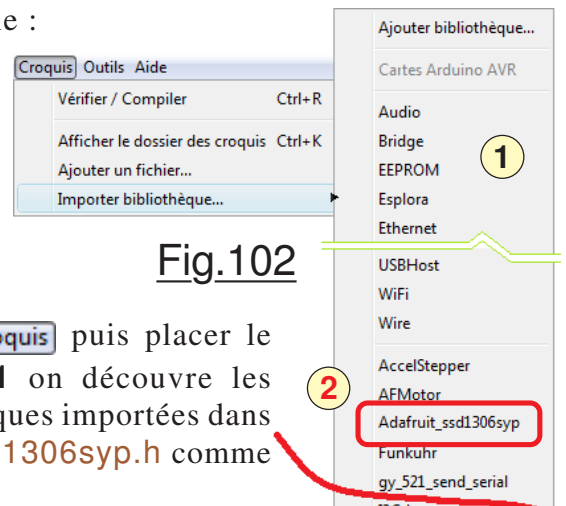

Fig.102
- 5) Recharger un programme quelconque. Cliquer sur **Croquis** puis placer le curseur de la souris sur **Importer bibliothèque..** : En **1** on découvre les bibliothèques disponibles par défaut et en **2** les bibliothèques importées dans l'**IDE** par vos soins. Vous devez y trouver **Adafruit_ssd1306sy.h** comme mis en évidence sur la Fig.102 dans l'encadré rouge.